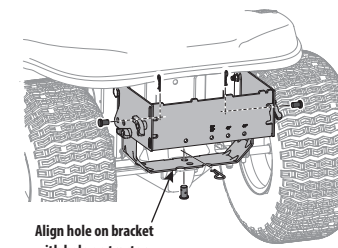

Figura 6
2. Instale el pasador de horquilla (711-0309A) del paquete de herrajes 689-02364 en el enganche del tractor y fíjelo con un sujetador de horquilla (714-0117). Consulte la Figura 6.
3. Instale dos pasadores de horquilla a través del conjunto de montaje y fíjelos a los soportes de montaje de la serie 700 instalados anteriormente con los pasadores de chaveta suministrados en el paquete de accesorios. Ver Figura 6.